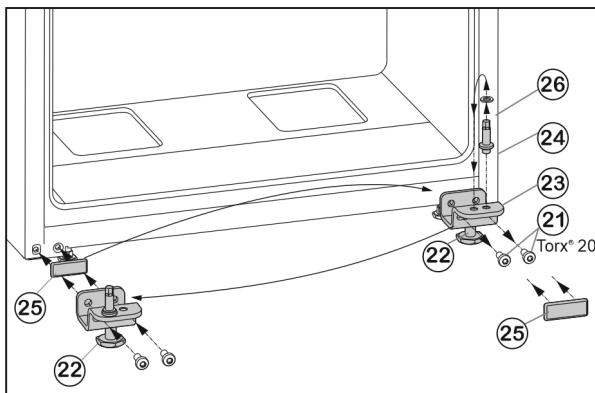

Fig. 7
- ▶ Vyskrutujte upevňovacie skrutky Fig. 7 (21).
- ▶ Kompletnejšiu ložiskovú konzolu dole Fig. 7 (23) odoberte spolu s ložiskovým čapom Fig. 7 (24), podložkou Fig. 7 (26) a nastaviteľnou nohou Fig. 7 (22).
- ▶ Ložiskový čap Fig. 7 (24) kompletne spolu s podložkou Fig. 7 (26) vyskrutujte, premiestnite ho do protilehlého otvoru uloženia ložiskovej konzoly a znova ho pevne priskrutujte.
- ▶ Opatrne odnímte kryt Fig. 7 (25) a premiestnite ho na opačnú stranu.
- ▶ Ložiskovú konzolu dole Fig. 7 (23) kompletne spolu s ložiskovým čapom Fig. 7 (24), podložkou Fig. 7 (26) a nastaviteľnou nohou Fig. 7 (22) znova naskrutujte na novú stranu závesu, príp. ju znova pomocou akumulátorového skrutkovača **pevne utiahnite (4 Nm)**.
- ▶ Spodné dvere nasadťte zhora na ložiskový čap Fig. 7 (24).
- ▶ Ložiskovú konzolu v strede (13) otočenú o 180° nasadťte do spodných dverí a pomocou upevňovacích skrutiek (11) (2x Torx® 20) ju znova pevne naskrutujte na novú stranu závesu **(4 Nm)**.
- ▶ Opäť nasadťte plastovú podložku (10).
- ▶ Vytočte nastaviteľnú nohu Fig. 7 (22) na ložiskovej konzole dole Fig. 7 (23), pokiaľ nedosadá na podlahu.